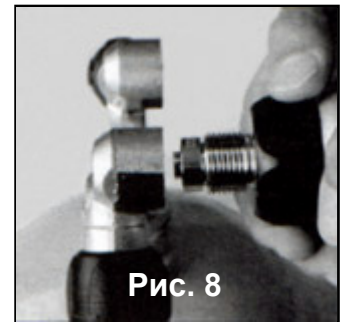
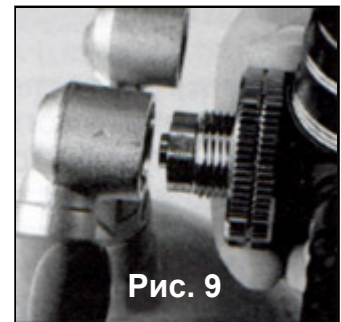

Рис. 8
Рис. 9
3.1.3 DIN коннектор (рис. 8) или EN 144-3 коннектор (рис. 9)